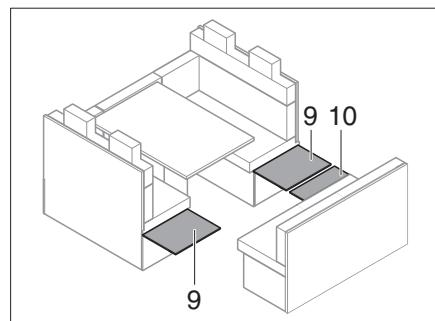

Fig. 232 Desplegar paredes laterales
- Desplegar paredes laterales de la caja del asiento (Fig. 232,9) y pared frontal de la caja del asiento (Fig. 232,10) banco longitudinal.